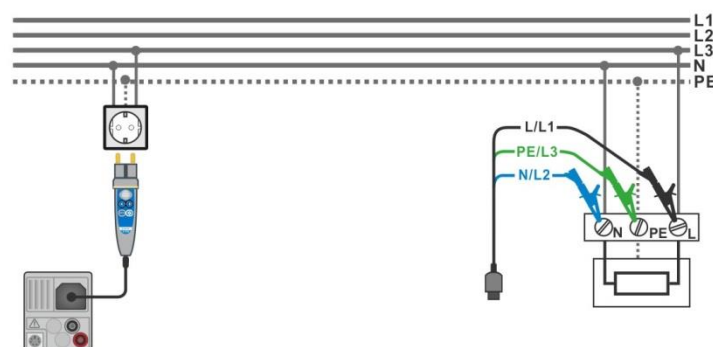

Abbildung 8.10: AUTO TN Messung
- Schließen Sie die Prüfleitungen oder den Commander Prüfstecker am Prüfling an, siehe **Abbildung 8.10**.